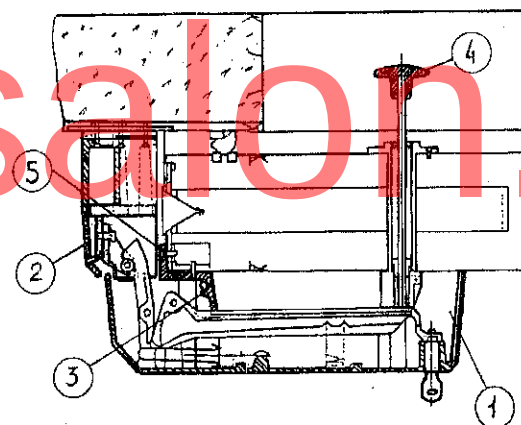

Рис.4. Ручка с запорным устройством
Произвести переднее и заднее крепление ручки двери (рис.4), для чего сначала установить на дверь храповик, закрепить его 4-мя винтами М5х20. Переднее крепление осуществляется путем ввода оси (0) ручки в выемку храповика (3), заднее – путем установки узла кнопки открывания двери изнутри (4).